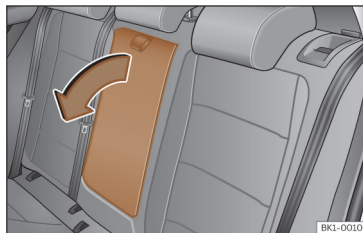

**Fig. 104** Apoio de braços central traseiro rebatível (representação esquemática).
- Para **baixar** o apoio de braços, puxe o laço no sentido da seta >>> **Fig. 104**.